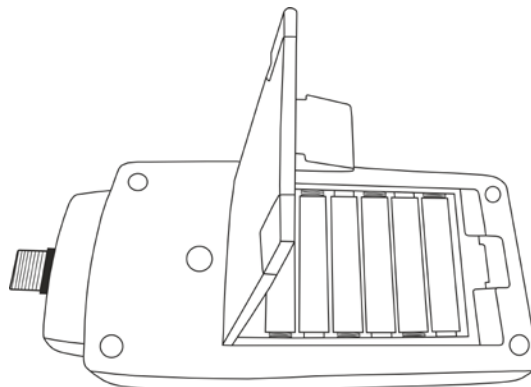

Abb. 16: Wechsel der internen Batterien
2. Heben Sie den Ständer auf und drücken Sie auf den Batteriefachdeckel, um ihn zu öffnen (siehe Abb. 16).